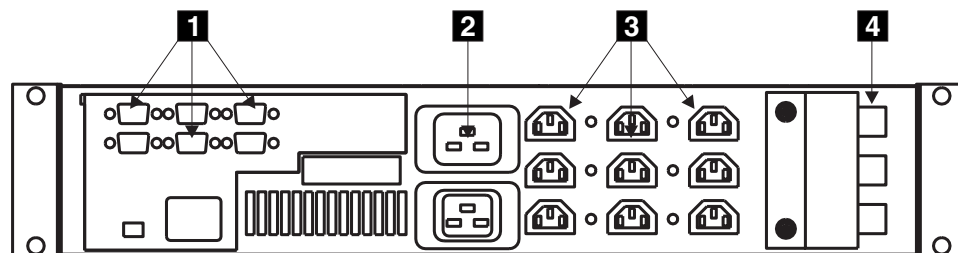

図 60. 無停電電源装置 5125 (背面図)
4. 主電源ケーブル **2** を切り離します。図 60 を参照してください。